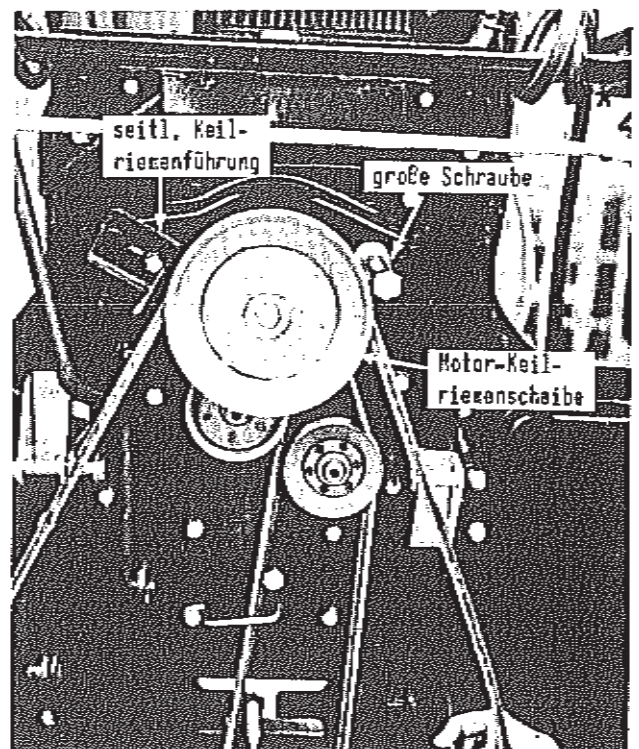

Abb. 16
7. Drehen Sie die Befestigungsschraube der Motorkeilriemenscheibe heraus und schrauben Sie die Skt.-Mutter der Achsschraube der Keilriemenspannrolle ab, Abb. 16.